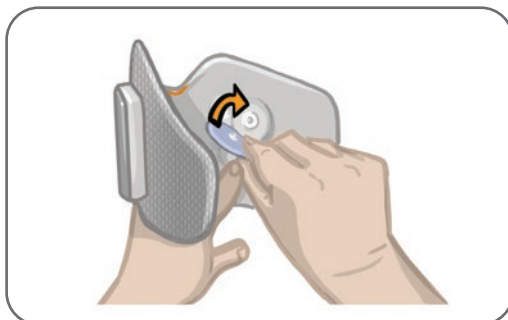

Figura 6-6: Fissaggio degli elettrodi Round Cloth
5. Fissare gli elettrodi Round Cloth alle basi per elettrodi (Figura 6-6). Gli utilizzatori del gambale per la parte inferiore della gamba di dimensioni normali devono accertarsi che siano presenti le protezioni ad aggancio del gambale.